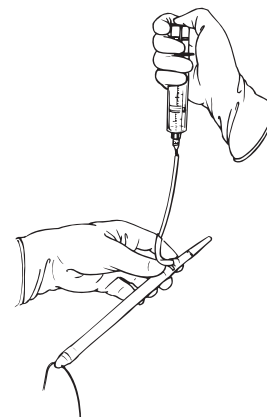

Fig. 4-9
- Håll i cylinderns bakre del med den främre spetsen vänd nedåt så att den distala delen av cylindern fylls först (se fig. 4-9).